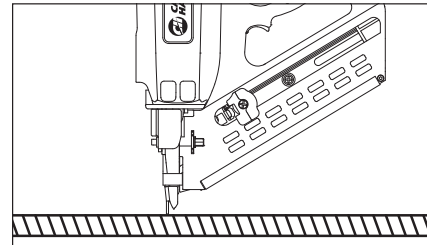

Figura 21
2. Presione el WCE contra la superficie de la pieza de trabajo hasta que esté en la posición totalmente presionada (vea la Figura 21).